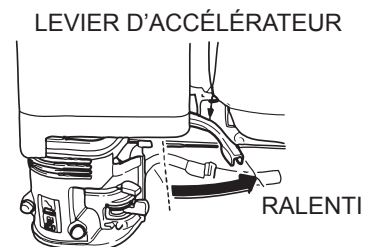

Figure 14. Levier d'accélérateur (ralenti)
1. Placer le levier d'accélérateur 1. sur la position LENTE (Figure 14) et laisser le moteur tourner pendant trois minutes à petite vitesse.